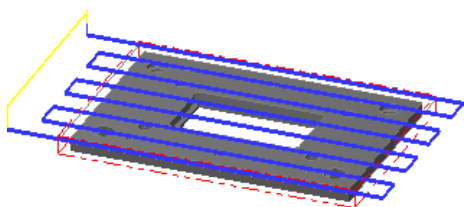

图 2.9 刀具路径
Step11. 单击“2D 刀具路径 - 平面铣削”对话框中的  按钮, 完成加工参数的设置, 此时系统将自动生成图 2.9 所示的刀具路径。